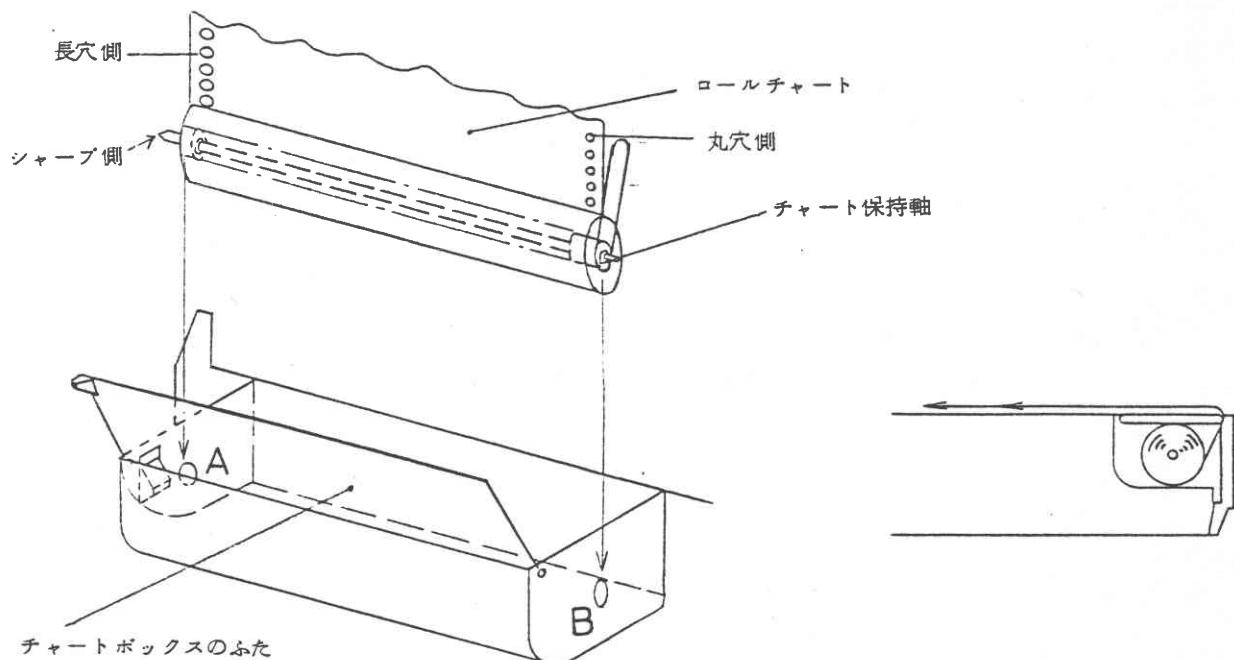

図3. 記録紙の装着
- ① 図3に示すように付属している“チャート保持軸”をロールチャート 0511-1196 間
- ② 本体右側のチャートボックスの“ふた”をあけて、チャートの長孔側（チャート保持軸の先端がシャープな方）を板バネの方にし、保持軸を孔Ⓐに挿入し、次に反対側を孔Ⓑに挿入してください。
- ③ 記録紙を引き出して図3のようにチャートボックスの“ふた”をしめてください。以上でくり出し側の記録紙の装着は終ります。